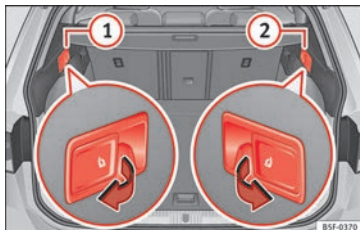

Fig. 153 Dans le coffre à bagages : leviers de déverrouillage à distance des parties gauche ① et droite ② de la banquette arrière.
- Tirez le levier de déverrouillage à distance de la partie gauche » fig. 153 ① ou droite ② du dossier dans le sens de la flèche. La partie débloquée du dossier arrière se rabat automatiquement vers l'avant.